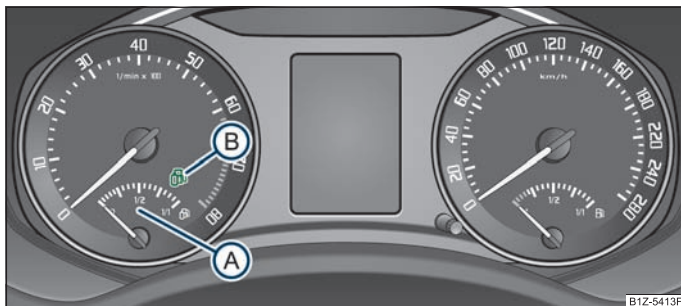

Fig. 4 Strumento combinato
L'indicatore di riserva carburante (A) ⇒ fig. 4 nella strumentazione combinata indica la quantità di GPL presente nel serbatoio.
- Se la vettura viene parcheggiata per un lungo periodo subito dopo un rifornimento di carburante, può accadere che l'indicatore di riserva del carburante GPL (A) ⇒ fig. 4 al riavvio della vettura non si trovi esattamente allo stesso punto in cui era posizionato ►